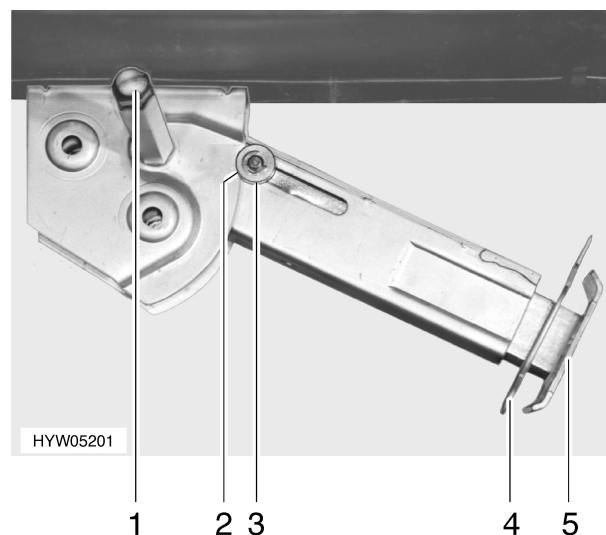

Bild 15 Hubstütze
- Am Sechskant (Bild 15,1) den Steckschlüssel aufstecken und drehen, bis die Hubstütze senkrecht nach unten steht.
- Splint (Bild 15,4) aus der Stützfußverlängerung (Bild 15,5) herausziehen.
- Am Sechskant (Bild 15,1) den Steckschlüssel aufstecken und drehen, bis die Hubstütze wieder vom Boden frei ist.
- Stützfußverlängerung (Bild 15,5) ganz einschieben und Splint (Bild 15,4) in vorgesehene Bohrung an der Stützfußverlängerung stecken.
- Mit Steckschlüssel am Sechskant (Bild 15,1) drehen, bis Hubstütze nach oben geschwenkt und die Führungsscheibe (Bild 15,3) vollständig in die Kerbe (Bild 15,2) eingefahren ist.
- ▲ Darauf achten, dass alle Hubstützen vollständig eingeklappt sind, dass alle Stützfußverlängerungen ganz eingeschoben und mit Splint (Bild 15,4) gesichert sind und dass bei allen Hubstützen die Führungsscheibe (Bild 15,3) in die Kerbe (Bild 15,2) eingefahren ist.